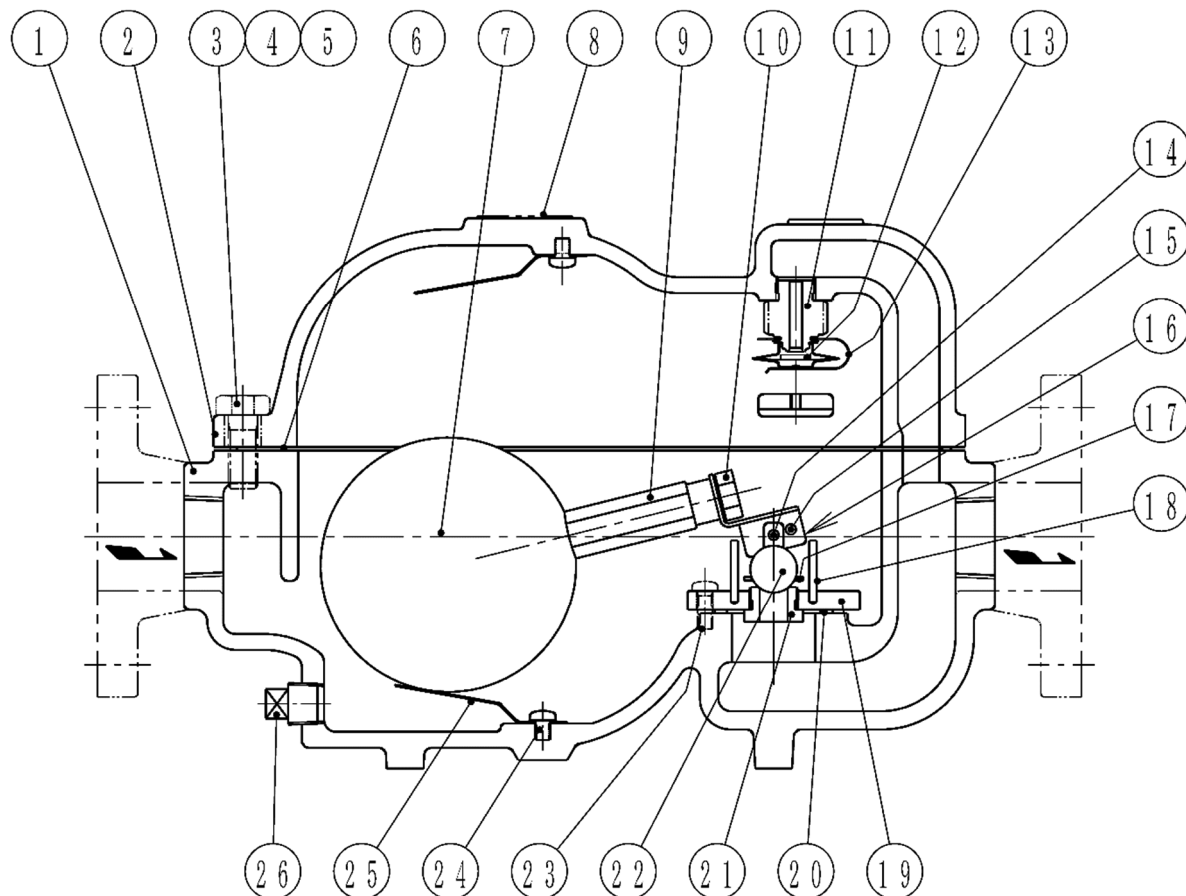

図1 BFF27型多量トラップの構造
注(2) 呼び径40以上は、板ばね(25)が図1と反対向き(小ねじ(24)が入口側)になります。
分解・組立は弁箱(1)を配管したまま実施することができます。(図1参照)